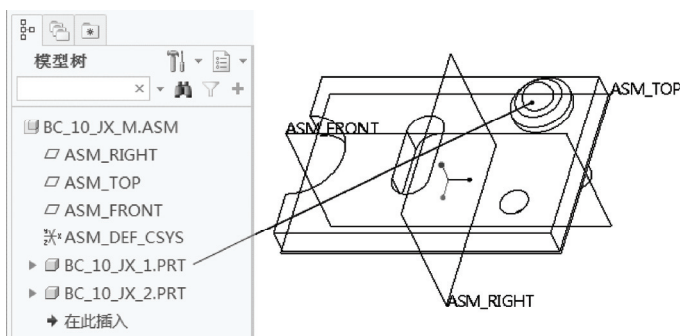

图 10-61 文件中的原始组件模型
1) 单击 （打开）按钮，弹出“文件打开”对话框，选择“bc_10_jx_m.asm”文件（该文件位于随书光盘的“CH10\JX”文件夹中），单击“打开”按钮。该文件存在的原始组件模型如图 10-61 所示。可以将装配中两个元件自身的基准平面设置为隐藏。